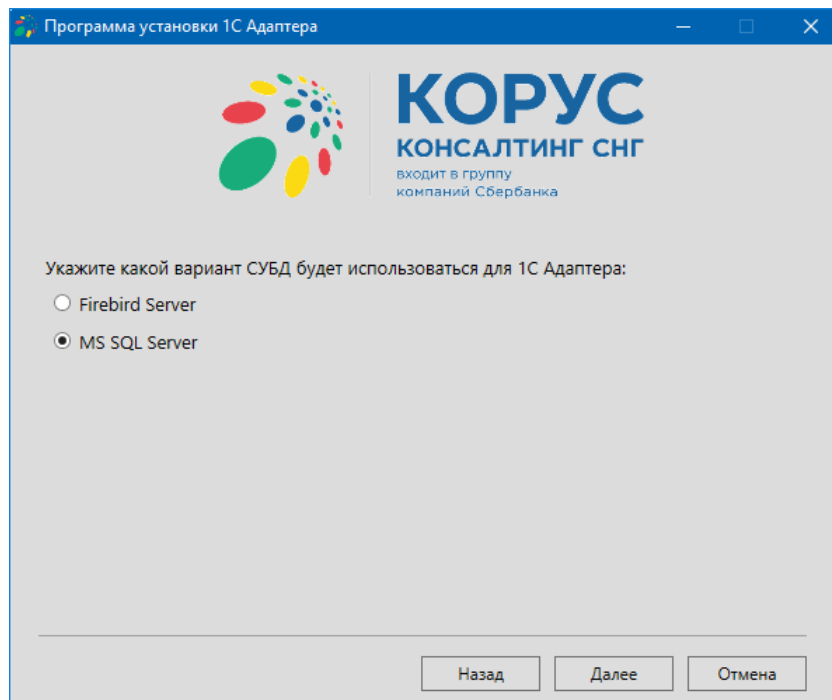
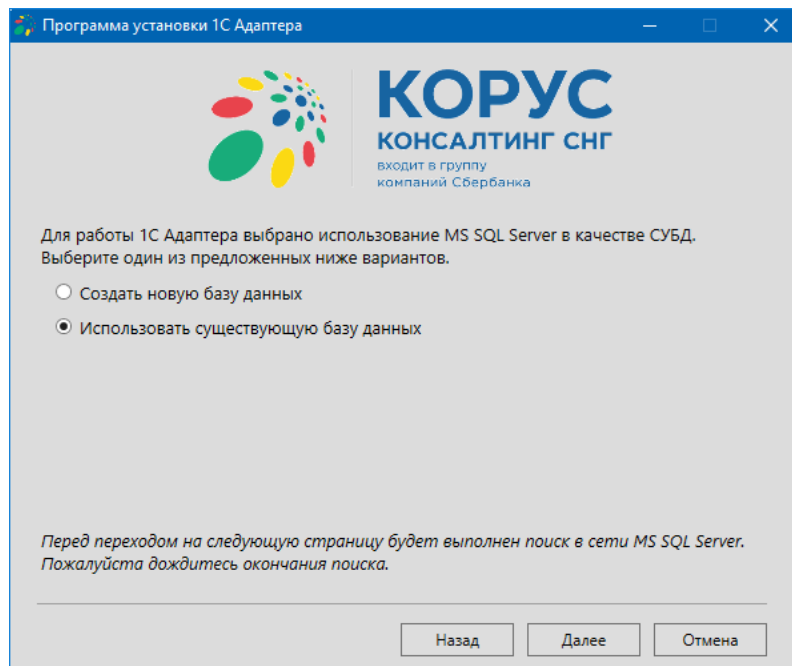

Рисунок 22 - Выбор варианта СУБД для адаптера «MS SQL Server»
Рисунок 29 – Выбор существующей базы данных
8.2. Рассмотрим вариант, когда при установке адаптера выбирается вариант использования СУБД «MS SQL Server» (рис. 22).
8.2.2. Рассмотрим пример, когда выбирается вариант использования СУБД «MS SQL Server» (рис. 22) и далее выбран вариант использования существующей базы данных (рис. 29).